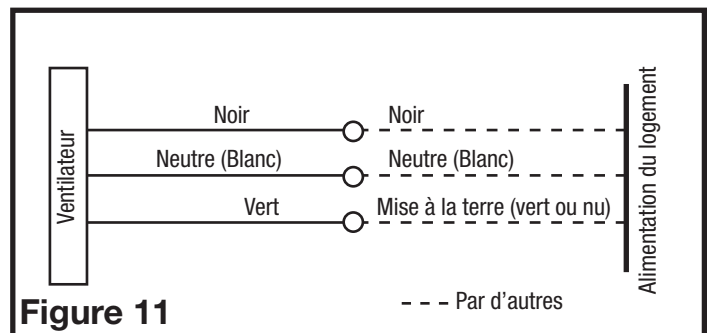

Figure 11
5. Pour les ventilateurs à deux vitesses, raccordés pour une ventilation continue, connectez le fil blanc du ventilateur au fil blanc (neutre) de la source d'alimentation. Connectez le fil de terre de la maison au fil vert du boîtier du ventilateur. Connectez le fil noir du ventilateur au fil noir (chaud) de la source d'alimentation (Figure 11).